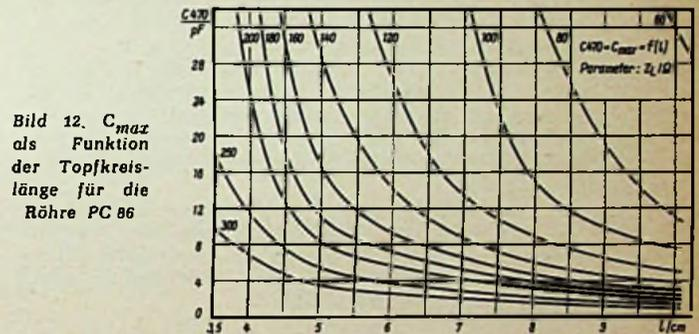
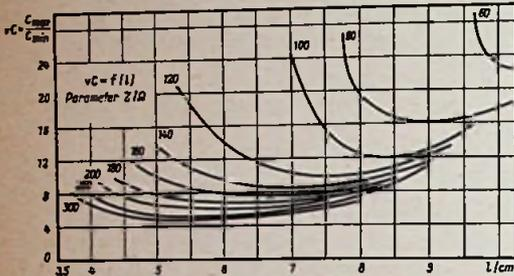

Bild 12. C_{max} als Funktion der Topfkreislänge für die Röhre PC 86
Bild 14. Kapazitätsvariation als Funktion der Topfkreislänge für die Röhre PC 86
Der Eingangsleitwert Y_E des Topfkreises muß dann bei Resonanz das konjugiert Komplexe des Röhrenaussgangswertes Y_{II} sein; $Y_E 470 = - j 16 \text{ mS}$ und $Y_E 800 = - j 30,45 \text{ mS}$. Mit diesen Werten wurden die in Bild 12 bis 14 dargestellten Diagramme nach Gleichung (8) ermittelt.
In Bild 12 und 13 ist $C_{\text{max}} = C_{470}$ und $C_{\text{min}} = C_{800}$ als Funktion der Topfkreislänge l dargestellt. Parameter ist der Wellenwiderstand Z_L des Topfkreises. In Bild 14 ist das Kapazitätsverhältnis
Nach Bild 12 ist für den Abstimmkondensator (bei 470 MHz) bei einer Topfkreislänge von $l = 7 \text{ cm}$ und einem Wellenwiderstand von $Z_L = 120 \Omega$ eine Endkapazität von $C_{A 470} = 13,55 \text{ pF}$ nötig.
aus Bild 14 bzw. durch Bilden von $v_c = \frac{C_{\text{max}}}{C_{\text{min}}}$ zu 1 : 10,35.
Wellenwiderstand und kürzere Topfkreislänge nach Bild 14 zum Beispiel folgende Topfkreisdimensionen ermitteln:
Um ein Kapazitätsverhältnis des Abstimmkondensators von 1 : 8,6 zu erhalten, braucht man nach Bild 14 eine Topfkreislänge von $l = 5$ cm bei $Z_L = 200 \Omega$. Aus Bild 12 und 13 ergibt sich für diese Werte eine Anfangs- und Endkapazität von ca. 1,25 pF und ca. 8,2 pF. Einen Wellenwiderstand von $Z_L = 200 \Omega$ würde man zum Beispiel sehr leicht durch einen gewendelten Innenleiter erreichen. Die Einbuße an Güte durch Leitungsdämpfung kann bei einer derartig hohen Güte des Topfkreises ($Q = 1000 \dots 1500$) auf Kosten des kleineren Kapazitätsverhältnisses und der größeren Abstimmteilheit leicht in Kauf genommen werden.